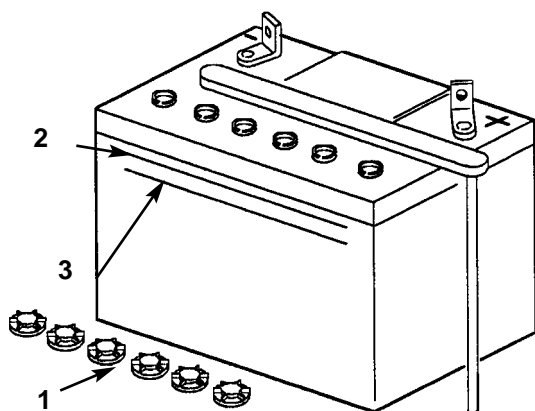

Fig. 21
2. Osservate il lato della batteria: l'elettrolito deve raggiungere la riga "SUPERIORE" (Fig. 21); non permettete che scenda al di sotto della riga "INFERIORE" (Fig. 21).
2. Svitare i tappi (Fig. 21).
3. Versate lentamente l'acqua distillata in ogni elemento, fin quando il livello raggiunge la riga "SUPERIORE" (Fig. 21) sul vaso contenitore della batteria.